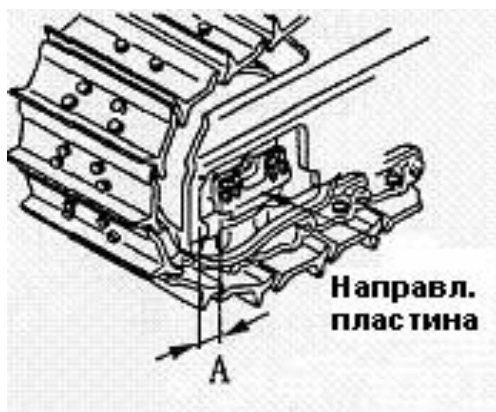

Рис. 48
- 2) Проверить зазор между натяжным колесом и направляющими пластинами (Рис. 48) Если зазор слишком большой, это может вызвать вибрацию вдоль гусеничной цепи, в результате чего центр гусеничной цепи соскользнет с колеи. Величина зазора А должна составлять не более 4 мм.